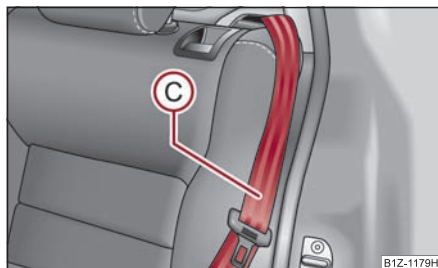

Fig. 82 Bloquear el respaldo de asiento
- Coloque el cinturón de seguridad lateral trasero **C** detrás del borde del revestimiento lateral ⇒ fig. 82.